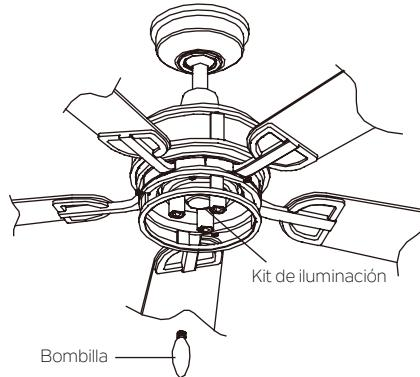

Fig. 23
**Paso 1.** Instalar las 3 bombillas LED B10 de 4 vatios (ya incluidas). (Fig. 23)